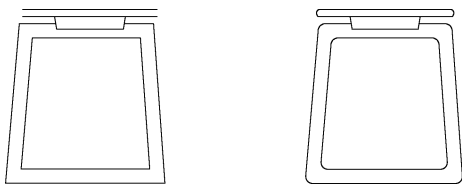

图 4-33 绘制餐椅
4) 在功能区单击“默认”选项卡→“修改”面板→“圆角”按钮, 将餐椅进行圆角处理, 椅面圆角半径为 20, 靠背圆角半径为 10, 如图 4-33 所示。